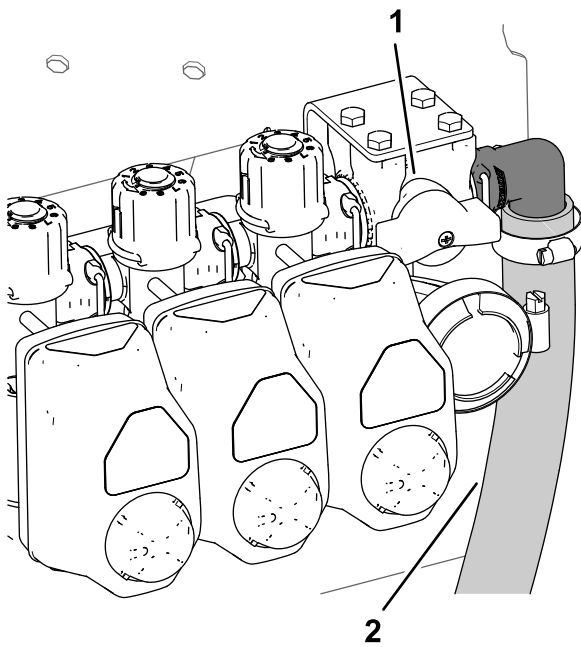
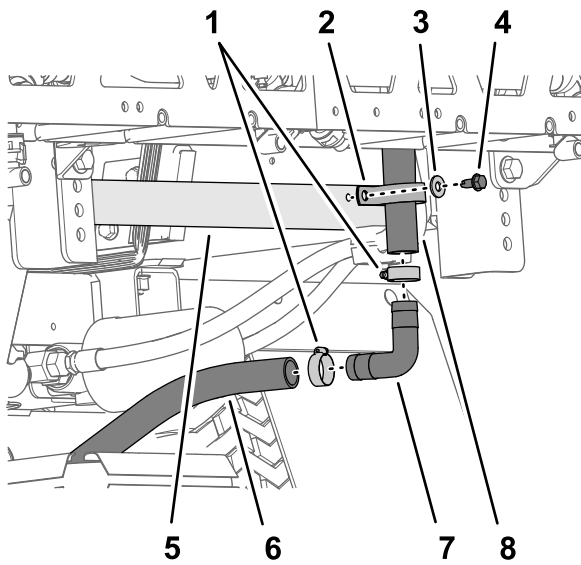

图 40
图 41
1. 在上旁通软管的下端拆下将上旁通阀软管固定到机器后鞍形板的凸缘头螺栓 5/16 x 3/4 英寸、垫圈 5/16 英寸和 R 形夹图 40 和图 41。
2. 拆下将上旁通软管和下旁通软管固定至 90 度宝塔接头的 2 个软管夹图 41。
3. 取下软管上的 90 度宝塔接头图 41。